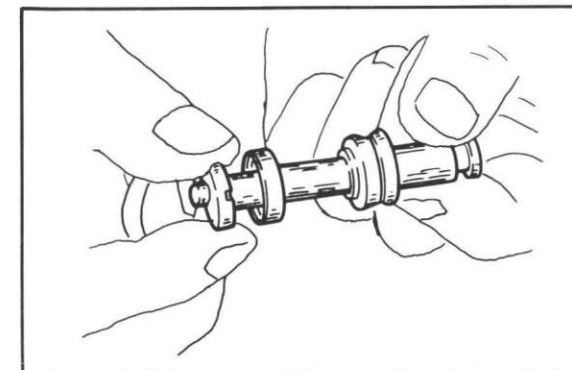

Fig. 5-3-27
- 9) Remove the E clip, and remove the cylinder cup retainer. (Fig. 5-3-27)
- 9) Enlever l'attache en "E" et retirer la bague de retenue de la coupelle de piston. (Fig. 5-3-27)
- 9) Seegerring E abziehen und Haltering der Zylinder-manschette abnehmen. (Abb. 5-3-27)